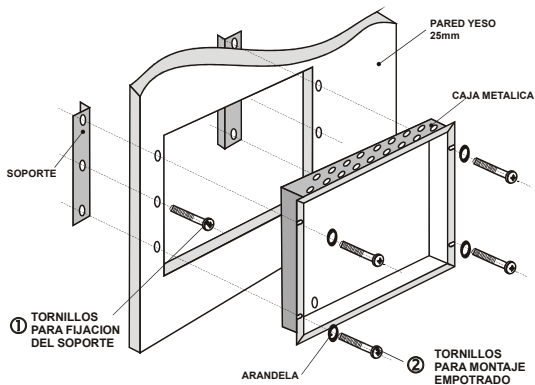

Figura 7.
- Acople los soportes al lado interior de la pared y fíjelos con los tornillos (posición 19, página 31), como muestra la figura 7, posición 1.
- Introduzca todos los cables de la instalación en la caja y colóquela en la abertura de montaje. Fije el fondo utilizando tornillos y arandelas de montaje (posiciones 17 y 18, página 31) - figura 7, posición 2.